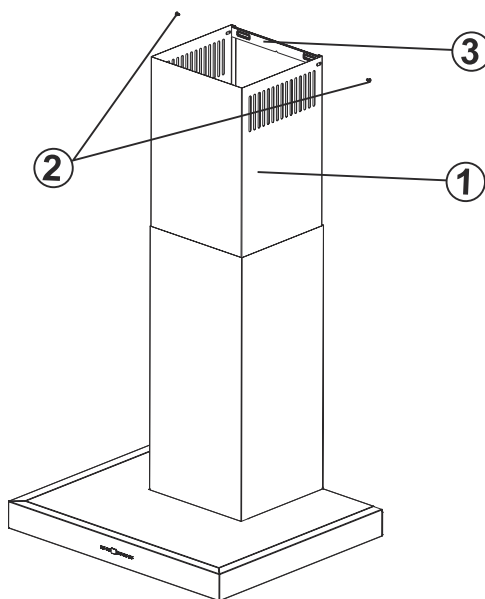

Fig. 13
La cappa si trova nel mezzo, ed il piatto di collegamento della canna fumaria (3) va direttamente fissato alla parete, sotto la copertura o nei punti E ed D (Fig. 13).
Forare nei punti E ed D con la punta del trapano Ø 6 mm ed inserire i tasselli in plastica da Ø 6 mm. Inserire il piatto di collegamento della canna fumaria con le viti 3,9X22(Fig. 13).
Fissare la canna fumaria interna al piatto di collegamento della canna fumaria tirandola verso l'alto (Fig. 13/2).